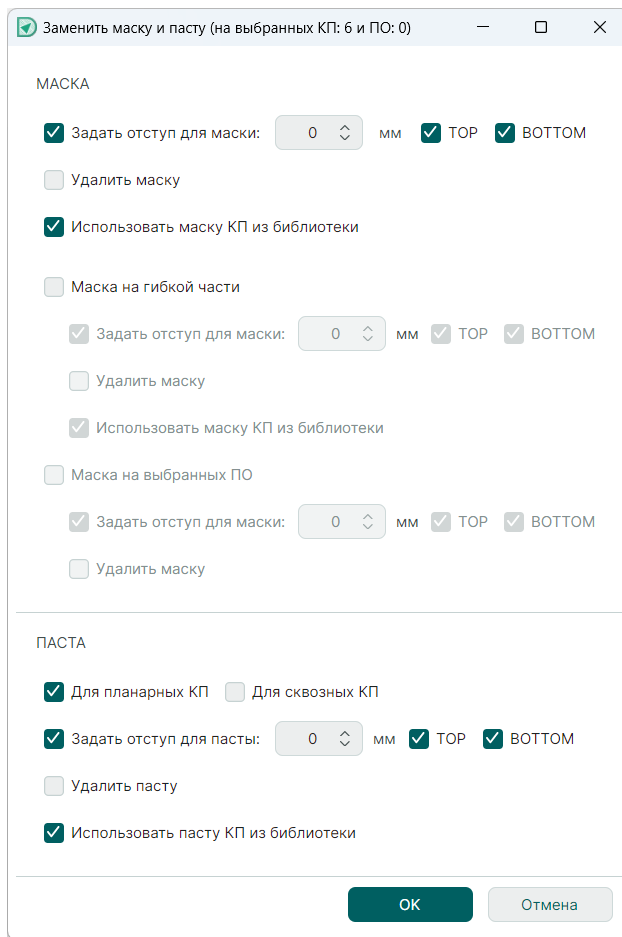

Рис. 545 Параметры замены маски и пасты
3. Вид окна «Заменить маску и пасту» представлен на см. Рис. 545.